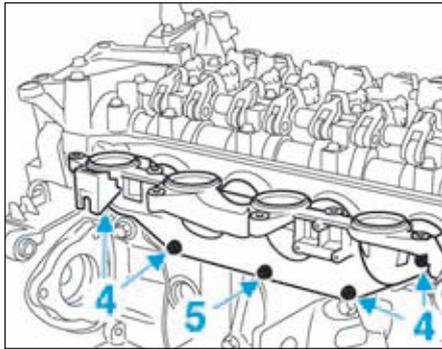
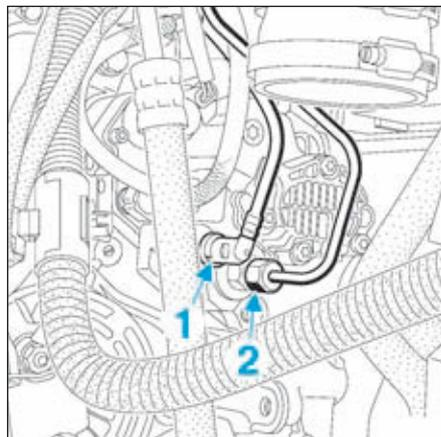

FIG.14
FIG.18
- Déposer les vis inférieures (4) et desserrer la vis (5) du répartiteur d'admission (Fig.14).
- Déposer le collecteur avec la vis (5) et les joints.
- le tuyau de retour de carburant (1) (Fig.18),
- le tuyau haute pression entre la pompe et la rampe d'injection (2),
- le répartiteur d'admission (Fig.14).